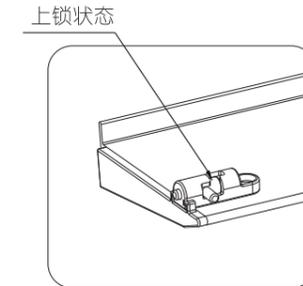
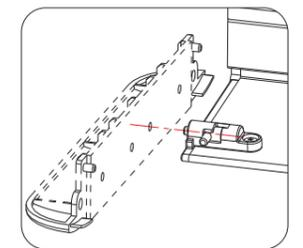

图23
图24
- 3) 将挡板的锁扣件打下如图23所示,(可上下移动挡板,直到听到“咔”一声),将锁扣件插销插入塑料端盖小孔内,如图24所示。让挡板不能往上挪动,使其与装饰底相平。